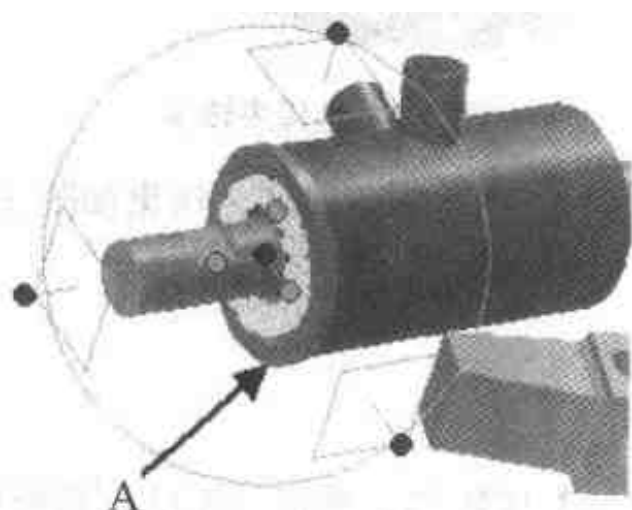

图 3.9 定位滚珠
- (3) 右击三维球中心手柄, 在弹出的快捷菜单中选择【到中心点】命令。选择中轴碗上的外圆(A), 结果如图 3.9 所示。